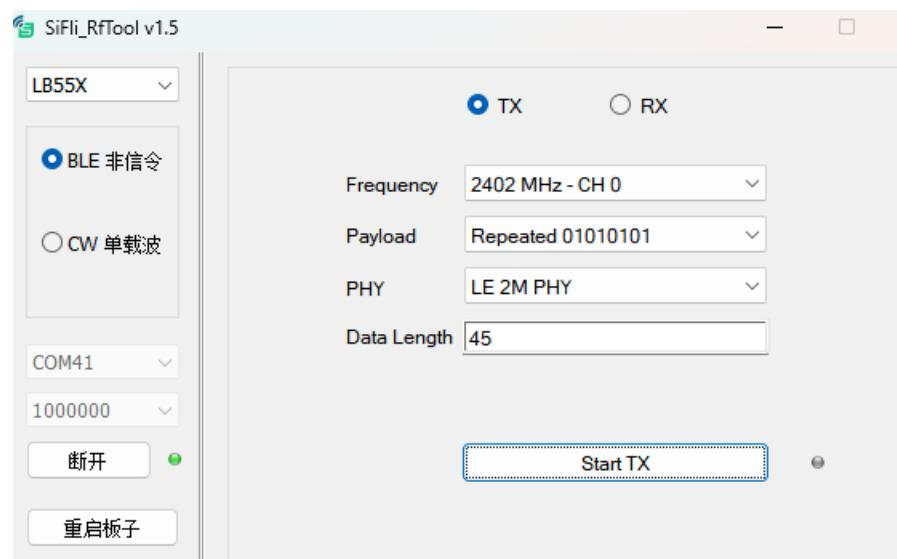

图 2-4
- 如果要测试其他信道，PHY 类型等，须先点击 Stop TX，指示灯变成灰色后表示断开，如图 2-4：